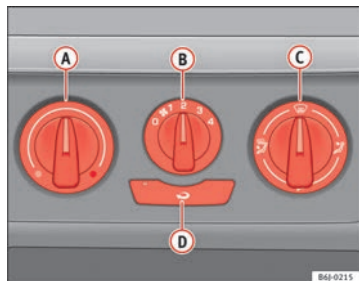

Abb. 92 In der Instrumententafel: Bedienelemente der Heizung
- Drehen Sie den Temperaturregler ⇒ Abb. 92 (A) nach links.
- Drehen Sie den Gebläseschalter (B) in die Gebläsestufen 1 - 4.
- Lenken Sie den Luftstrom mit dem Luftverteiler (C) in die gewünschte Richtung.
- Drehen Sie den Temperaturregler ⇒ Abb. 92 (A) nach rechts, bis die gewünschte Heizleistung erreicht ist.
- Drehen Sie den Temperaturregler ⇒ Abb. 92 (A) ganz nach rechts auf die höchste Heizleistung.
- Drehen Sie den Gebläseschalter (B) auf Stufe 4.
- Schließen Sie die Düse (3).
- Öffnen Sie die Düse (4) und richten Sie sie auf die Seitenfenster.
- Drehen Sie den Temperaturregler ⇒ Abb. 92 (A) in den Heizbereich.
- Drehen Sie den Gebläseschalter (B) in die Gebläsestufen 2 - 3.
- Schließen Sie die Düsen (3).
- Öffnen Sie die Düsen (4) und richten Sie sie auf die Seitenfenster.